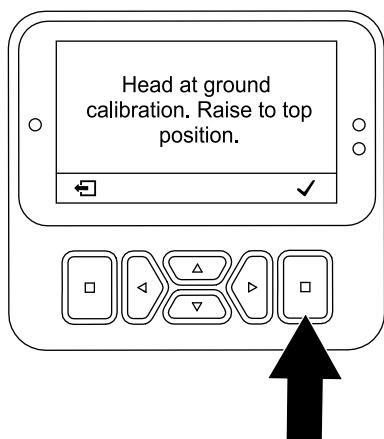

図 108
- ・ タインが地面に突き刺さり始めたら、選択ボタン(図108)を押して、地面の高さを教えるアプリケーションを実行する。地上高ティーチアプリを実行する(ページ36)を参照方。